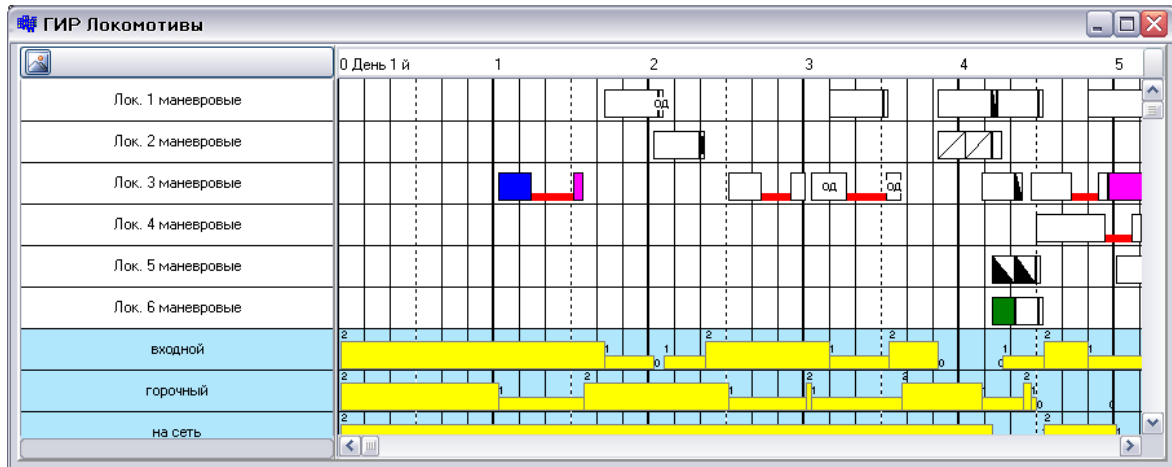

Рис.5.3.5. График исполненной работы локомотива
4. При просмотре информации о группе локомотивов можно также посмотреть график исполненной работы для локомотивов. Для этого нажмите на кнопку **ГИР Локомотивов**. Рис. 5.3.5.